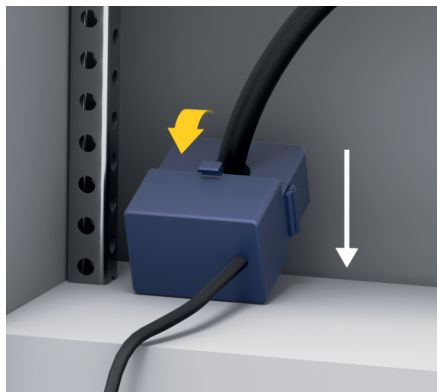

Bild 15: Installationsexempel strömsensor
- Observera sensorns mätningens riktning (Bild 15, den vita pilen).
- ▶ Välj en monteringsplats där ledningen löper rakt och ta hänsyn till mätriktningen (i **pilens riktning mot förbrukaren**) (Bild 15, den vita pilen).
- ▶ Placera installationsledningen i strömsensorn och stäng locket till strömsensorn (Bild 15, den gula pilen).